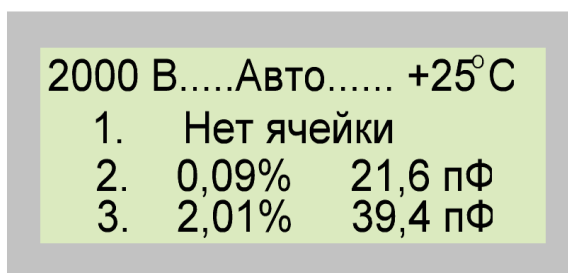

Рис.9 Вид экрана после выполнения измерения.
2.4.11 По завершению измерения на экране отображается результат (рис.9).